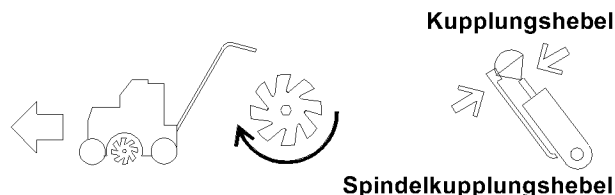

Abbildung 16. Vertikulierbetriebsart
4. Den Spindelkontrollhebel zurückziehen und den Kupplungshebel nach vorn schieben, um die Spindel- und Antriebskupplungen einzurücken (siehe Abbildung 16). Das Gas auf die gewünschte Geschwindigkeit einstellen.